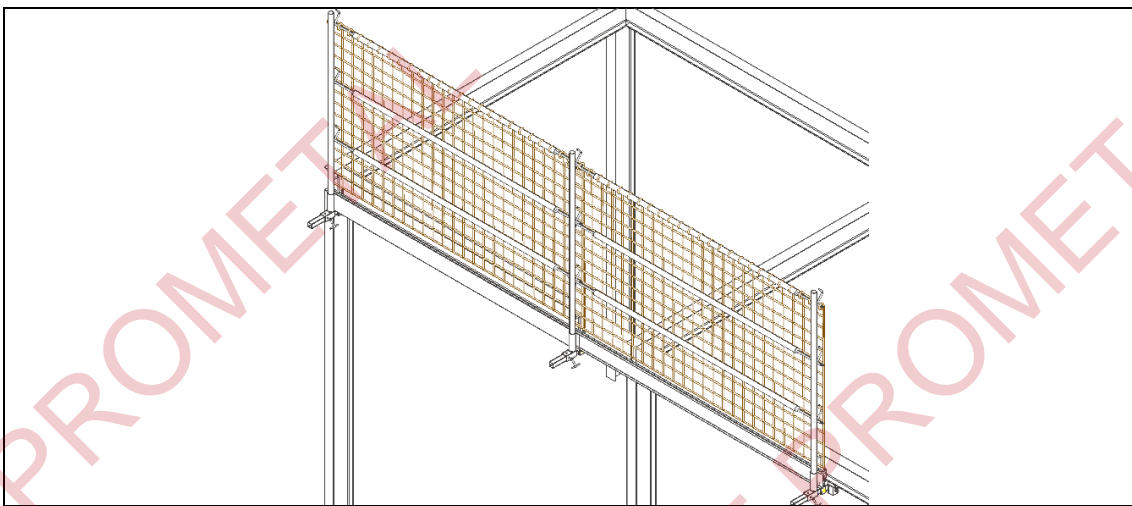

Fig. 14 Colocación del plinto o rodapié
8. Finalmente, el montaje del sistema se completará con la colocación del plinto o rodapié (Fig. 14 y 15), cuando la evaluación de riesgos, así lo exija por la posibilidad de caída de materiales.